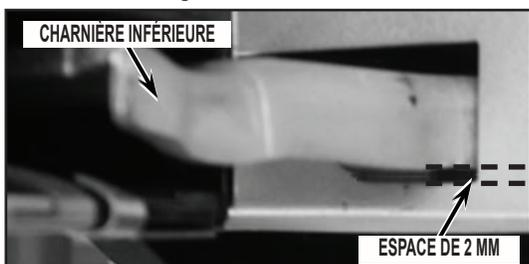
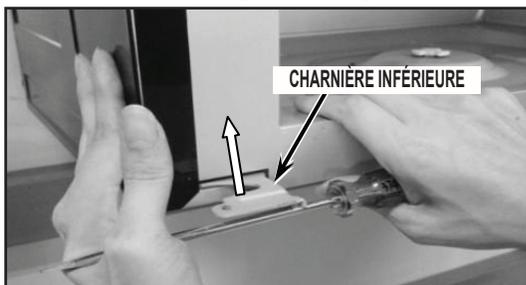

FIGURE 5
FIGURE 6
7. La charnière de porte inférieure devrait présenter un espace de 2 mm entre le bas de la charnière et l'ouverture du caisson. Voir la Figure 5.
8. Ajuster comme illustré. Utiliser un outil robuste pour augmenter l'espace en-dessous de la charnière inférieure de sorte que le support de charnière fourni puisse être facilement inséré. Voir Figure 5 et Figure 6.